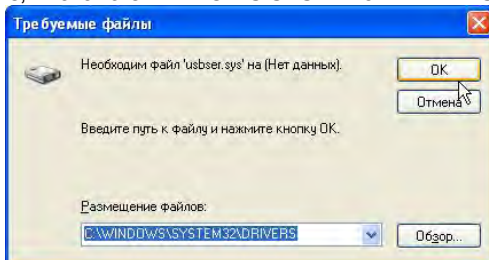

Рисунок 10
6.3.10 Если в процессе установки драйвера запрашивается файл «usbser.sys», рисунок 10, то необходимо указать путь к указанному файлу. Это системный файл, который уже присутствует в составе ОС и находится на системном диске, в каталоге WINDOWS\SYSTEM32\DRIVERS